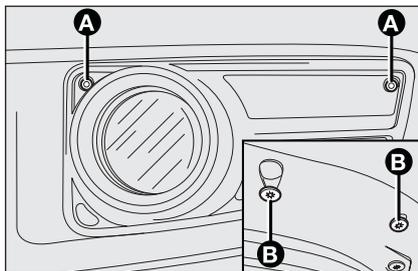

fig. 29
- dévisser les deux vis **A-fig. 29** de fixation des feux antibrouillard sur le pare-chocs;